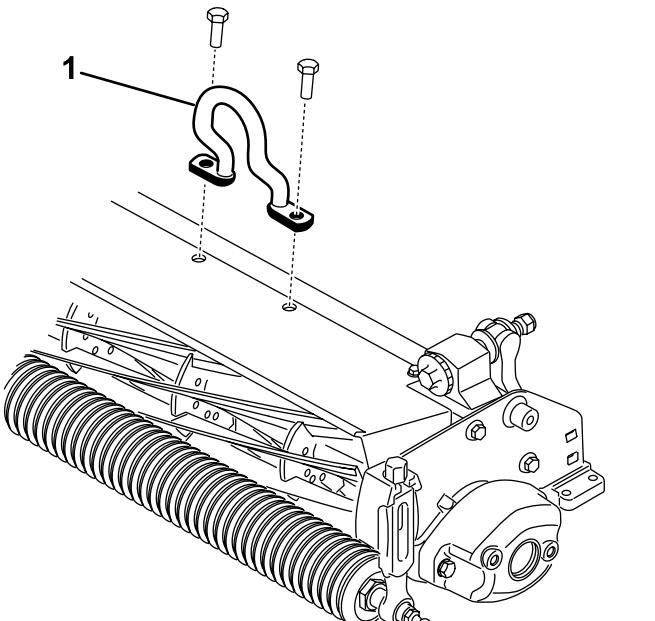

Figure 6
- Fixez l'anneau excentré (Figure 6) au sommet de l'unité de coupe à l'aide de 2 boulons. Serrez les boulons à un couple de 34 à 40 N·m.